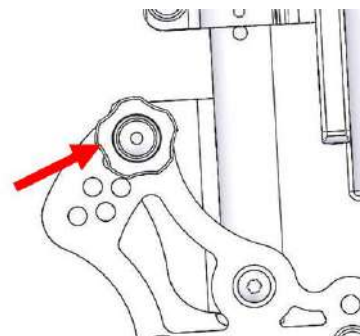

Figura 5-101
- Quite las tuercas y los tornillos y regule el ángulo del respaldo atendiendo a las necesidades del usuario. (Figura 5-101). Vuelva a apretar los tornillos y las tuercas.